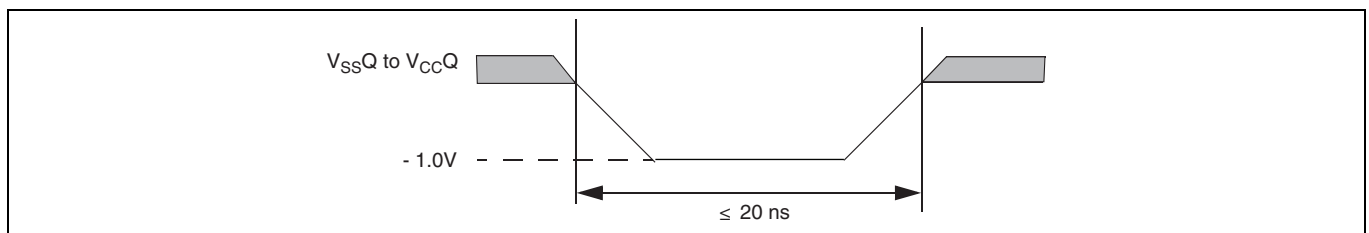
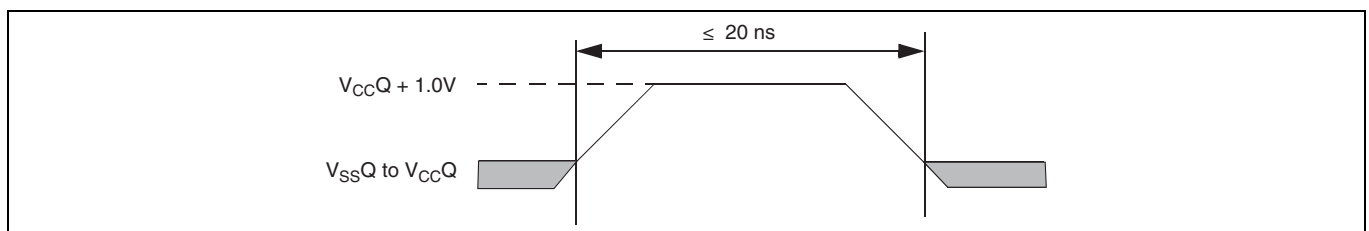

Figure 19 最大負のオーバーシュート波形
Figure 20 最大正のオーバーシュート波形
43. 入力または I/O 信号の最小 DC 電圧は -1.0V です。電圧変動時、入力または I/O 信号は最大 20ns の間 VSS から -1.0V までアンダーシュートする可能性があります。Figure 19 を参照してください。入力または I/O 信号の最大 DC 電圧は VCC+1.0V です。電圧変動時、入力または I/O 信号は最大 20ns の間 VCC+1.0V までオーバーシュートする可能性があります。Figure 20 を参照してください。